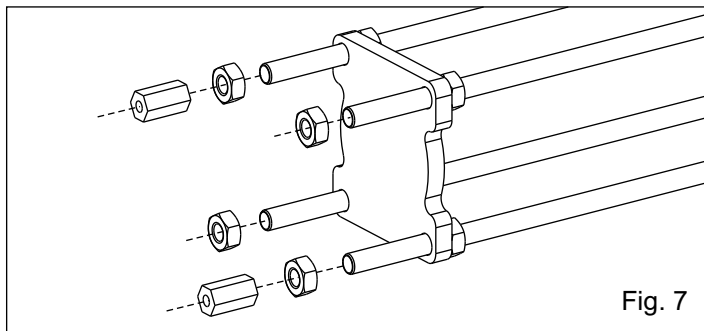

Fig. 7
7. Insérer la plaque percée dans les tirants, puis visser 2 des 4 dés précédemment enlevés correspondant aux 2 vis à borne du couvretige (Fig. 7).